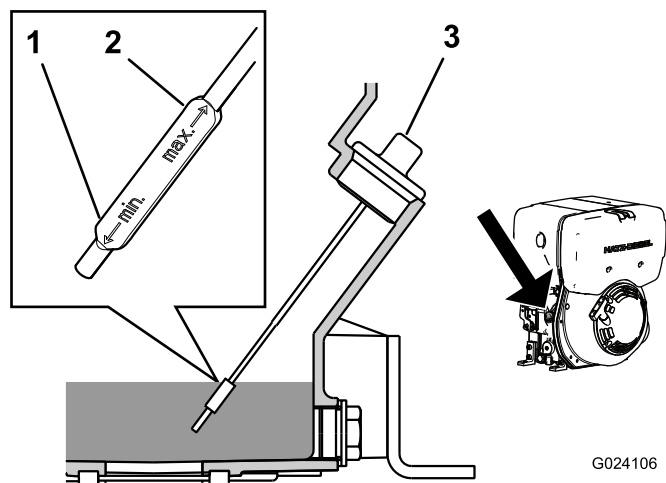

Figure 26
6. Nettoyez la surface autour de la jauge d'huile (Figure 26) pour éviter de faire tomber des impuretés dans l'orifice de remplissage, ce qui endommagerait le moteur.